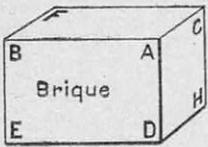
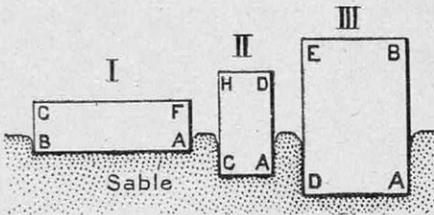

FIG. 4.
FIG. 5.
Pour cela, considérons une brique *AB C D E F H* (fig. 4), pesant 1.500 grammes et dont les trois dimensions sont $AB=DE=15$ centimètres, $CH=10$ centimètres, $AC=DH=5$ centimètres. Si nous la déposons sur une couche de sable (fig. 5), chacun sait qu'elle s'enfoncera d'autant plus que la surface sera plus petite; on est amené à dire que la pression sera d'autant plus grande que le trou creusé sera plus profond: la pression est donc une grandeur physique qui croît en même temps que le poids et qui diminue quand la surface de contact augmente; on obtiendra ainsi la pression en divisant le poids par la surface.
Dans la figure 5, I, la surface de base est 150 centimètres carrés; la pression est alors 10 grammes par centimètre carré; de même, en 5, II, la surface n'étant plus que 75 centimètres carrés, la pression sera 20 grammes par centimètre carré; enfin, en 5, III, la surface tombant à 50 centimètres carrés, la pression atteint 30 grammes par centimètre carré. En d'autres mots, cela signifie que chaque centimètre carré de la surface de base supporte soit 10 grammes, soit 20 grammes, soit 30 grammes. On a donné le nom d'« atmosphère » à une pression voisine d'un kilogramme par centimètre carré.
Une même brique (fig. 4) est déposée sur une couche de sable successivement sur ces trois faces: lorsqu'elle est posée (I) sur sa grande face *AB D E*, la brique s'enfoncé peu; quand elle repose (III) sur la petite face *A D C H*, elle se creuse un trou profond; enfin, si on la pose (II) sur la face moyenne *A B C F*, elle s'enfoncé modérément. La pression produite est donc, pour un même poids, d'autant plus grande que la surface est plus petite.